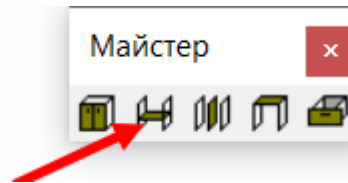

Рис. 1.9. Команда для створення полиць
13. Створити 3 полиці. Для створення полиці необхідно на панелі інструментів «Майстер» вибрати кнопку «Створити полицю» і клацнути лівою клавшею миші між двома панелями де потрібно створити полицю (рис. 1.9).